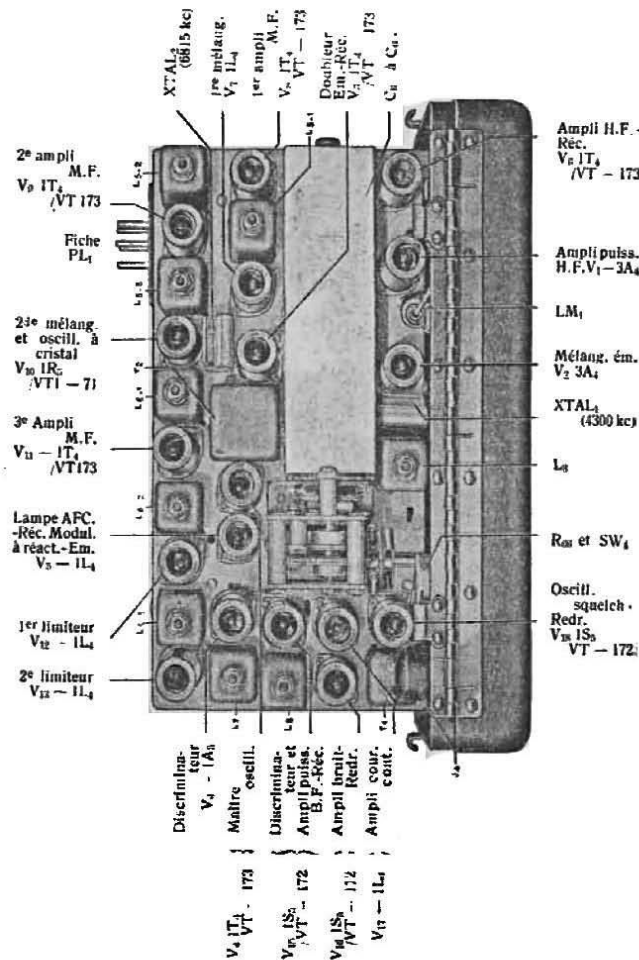

Fig. 18. — Emetteur-récepteur BC-1000-A. Châssis vu du dessus.
3. On peut localiser les lampes brûlées en suivant les instructions données dans le paragraphe 4 sous le titre : « Tableau pour repérer les lampes brûlées ». Il n'est ni nécessaire ni même recommandable de remplacer une lampe autre que celles qui sont défectueuses. Si la panne ne s'avère pas être une lampe brûlée ou brisée, ce qui se remarque d'après les tests des « données », ne pas tenter d'autre recherche, à moins de disposer d'un équipement de test complet. En remplaçant une lampe, s'assurer qu'on emploie le bon type de lampe. Vérifier ceci en lisant le numéro de la lampe sur celle qu'on retire, et aussi en comparant la nouvelle lampe avec le numéro de lampe imprimé sur le châssis (les emplacements des lampes sont donnés à la figure 18).